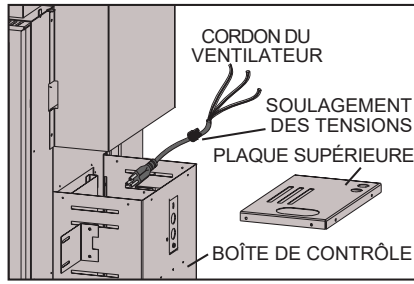

FIGURE 6
Using the strain relief provided bring the bare wires up through the bottom of the junction box leaving enough wire to hook up the blower wires. **FIGURE 6**
- Retirez la plaque supérieure de la boîte de contrôle. Branchez le câble de la soufflerie dans la prise du module de contrôle identifiée « fan », située dans la boîte de contrôle. À l'aide d'un serre-câble, passez les fils dénudés par-dessous la boîte de dérivation en laissant suffisamment de fil pour rattacher aux câbles de la soufflerie. **FIGURE 6**